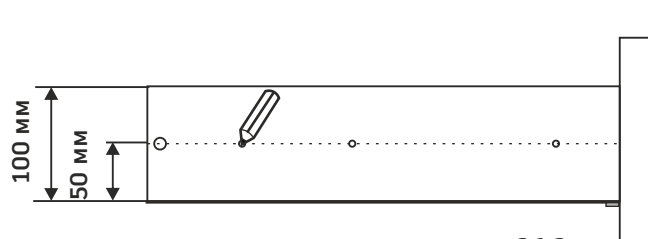
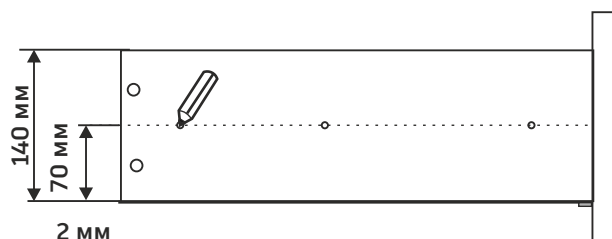

Рис.11
Рис.11.1
1. Провести линию карандашом на боковых стенках ящиков (левых - п.15 (3 шт.) и п.18 (1 шт.) и правых - п.16 (3 шт.) и 19 (1 шт.)), совмещая существующие накладки. При этом, расстояние от нижней кромки боковых стенок ящиков до линии должно быть одинаковым (см. рис.11 и рис.11.1)